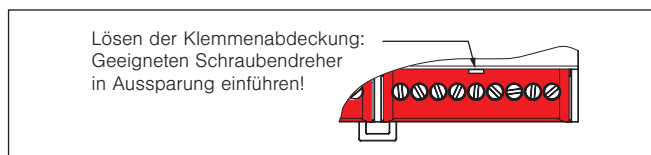

Abb. 3 Lösen der Klemmenabdeckungen
- REG: Montieren Sie das Gerät beim Verteilereinbau auf einer symmetrischen Hutschiene (TH 35-15) durch Aufclipsen. Zur Erleichterung der Anschlussarbeiten können die Klemmenabdeckungen gelöst werden (siehe Abb. 3).